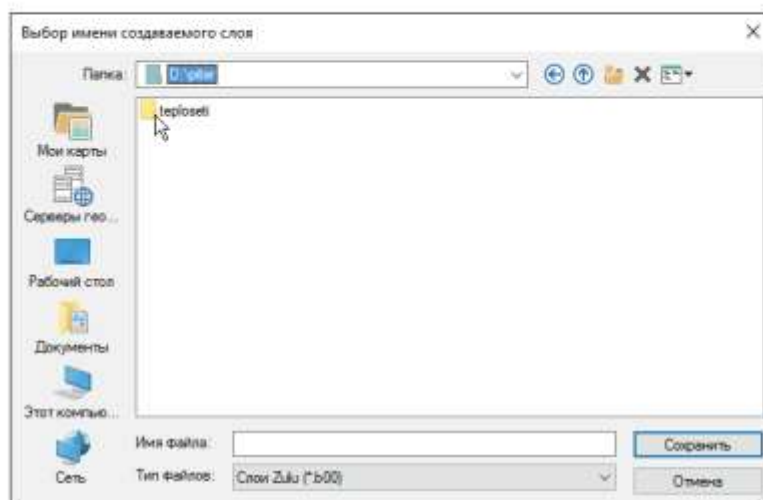

Рисунок 3.7. Диалог сохранения слоя
3. В окне сохранения файла (Рисунок 3.7. «Диалог сохранения слоя») выбрать диск и каталог, где будут храниться файлы моделируемой тепловой сети. Слой сети следует создавать в отдельной папке.